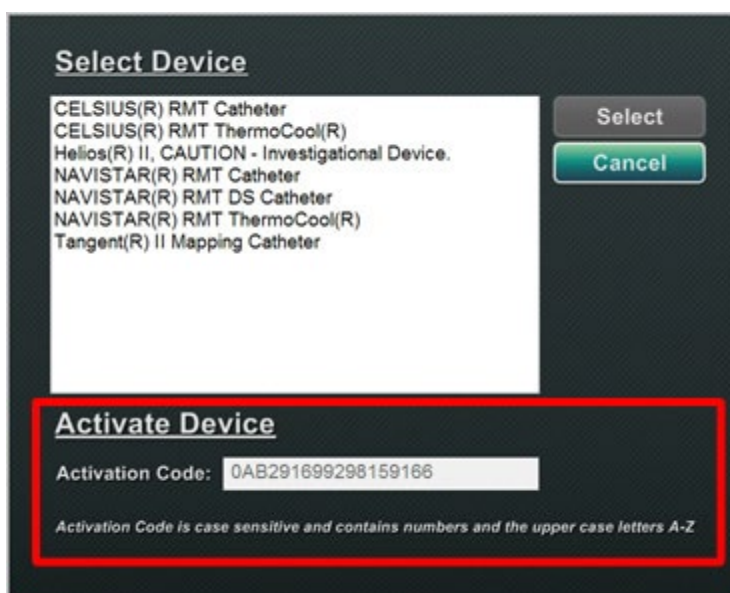

Figure 43. Boîte de dialogue Sélection du dispositif avec Activation code (code d'activation) affiché
- Le code d'activation s'affiche dans la zone de texte au bas de la boîte de dialogue Sélection du dispositif (**Figure 43**).